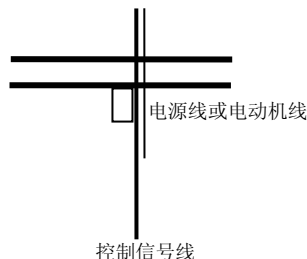

图 3-29 系统配线要求
- (4) 变频器 PE 端接地电缆不得借用其它设备接地线,必须直接与大地相连。
- (5) 控制信号线不能与强电电缆(R、S、T 或 R、T 与 U、V、W)平行近距离布线,不能捆扎在一起,保持 20~60 厘米(与强电电流大小有关)以上的距离。如果要相交,则应相互垂直穿越,如图 3-29 所示。
- (6) 控制信号和传感器等弱电接地线必须与强电接地线分别独立接地。
- (7) 禁止在变频器电源输入端(R、S、T 或 R、T)上连接其它设备。